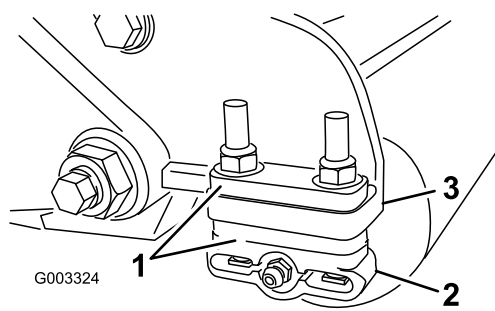

图14
1. 根据剪草高度表，将所需数量的隔片放在侧板安装法兰（图14）下，将后滚筒支架（图14）调节到所需的剪草高度范围。